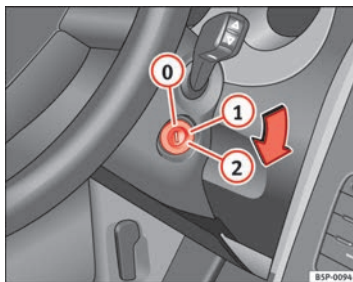

Fig. 139 Posizioni della chiave di accensione
In questa posizione ⇒ fig. 139 sia il motore che il quadro sono spenti e si può inserire il bloccasterzo.
- Girare la chiave fino alla posizione ⇒ fig. 139 ①. La spia  si accenderà nel caso di preincandescenza del motore. ►
- Quando la spia si spegne, mettere in moto girando la chiave nella posizione ②, senza dare gas.
- Girare la chiave fino alla posizione ⇒ **fig. 139 0**.